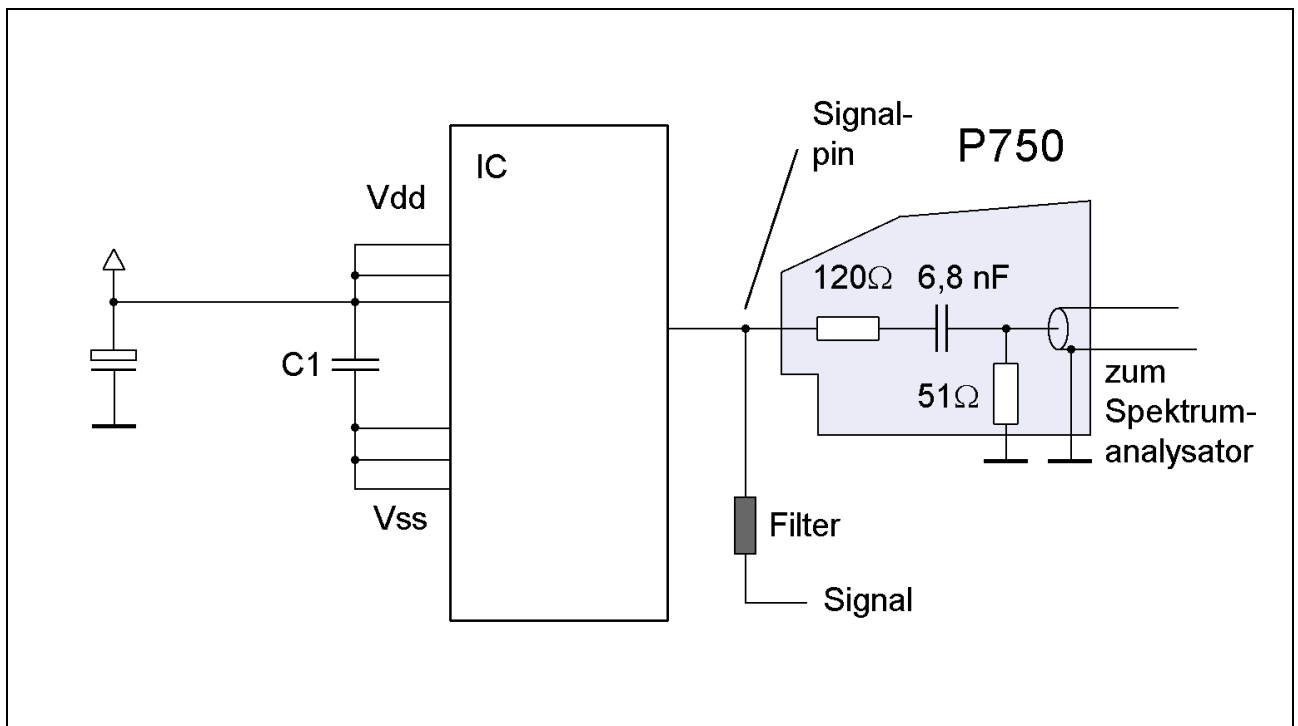

Bild 8: Probe P750, Spannungsmessung an einem unter Funktion stehenden Signalpin
4. Spannungsmessung (P750) an einem unter Funktion stehenden Signalpin, **Bild 8**